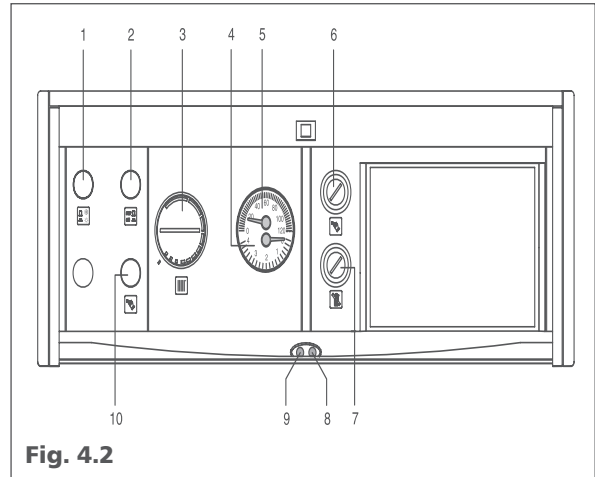

Fig. 4.2
4.3 Kit pannello di comando a distanza (accessorio) (Fig. 4.2)